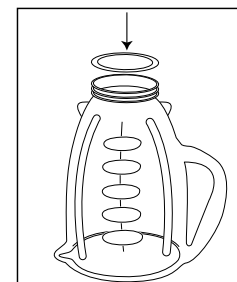

FIGURA 2
2. Coloque el aro de sellado sobre la abertura del vaso. (Figura 2)